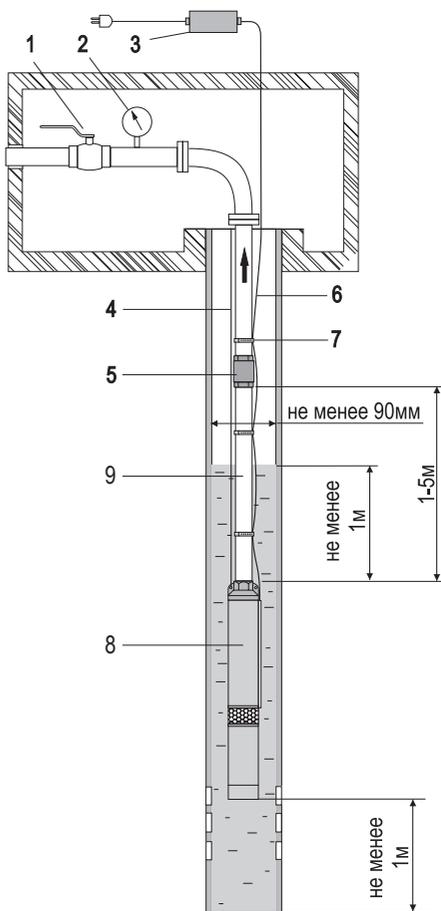

Рис.3 – Монтаж насоса в скважине
- насос должен быть установлен таким образом, чтобы при самом низком уровне воды в скважине, он был погружен в воду на глубину не менее 1 метра (рис.3);